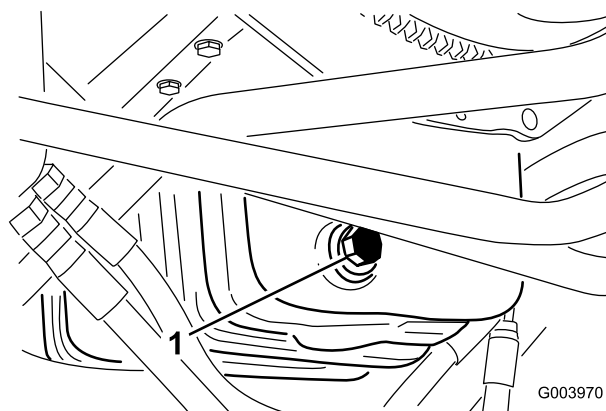

図 60
1. ドレンプラグ (図 60) を外してオイルを容器に受ける。